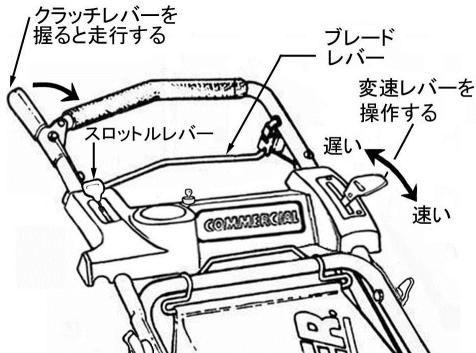

図 4-5
エンジンを止める時はブレードレバーを放します。 (図 4-5)
② 走 行
2. クラッチレバーを握ると芝刈機は前進します。クラッチレバーを放すと、芝刈機の前進が止まります。芝刈機の速度は走行中いつでも変速できます。下り坂の時は低速にセットし、エンジンブレーキを使用します。（図 4-5）